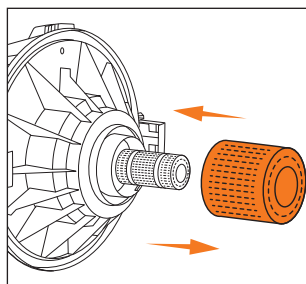

Рис. 5
- Для сухой уборки установите **HEPA**-фильтр на металлический фильтр и зафиксируйте его крышкой (Рис. 5).